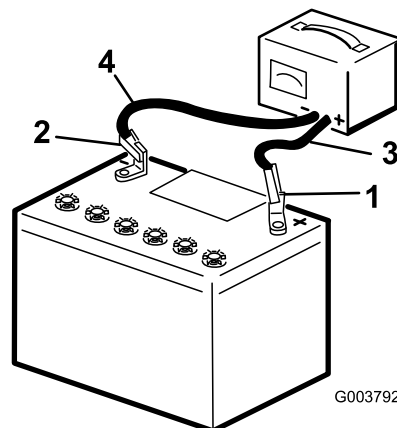

Figure 59
2. Branchez le câble positif du chargeur de batterie à la borne positive de la batterie (Figure 59).
3. Branchez le câble négatif du chargeur de batterie à la borne négative de la batterie (Figure 59).
5. Quand la batterie est chargée au maximum, débranchez le chargeur de la source électrique, puis débranchez les fils du chargeur des bornes de la batterie (Figure 59).